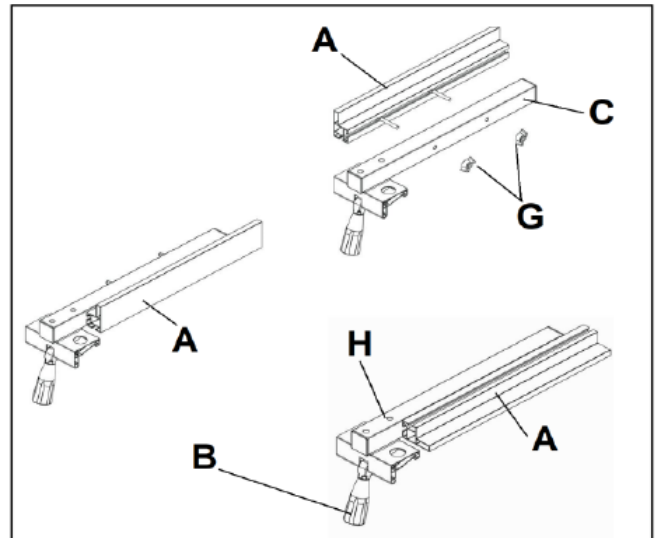

Рисунок 23
- Ослабьте и снимите две ручки (G, Рис. 23).
- Установите на место две ручки (G).
- Установите упор на направляющую (С, Рис. 23).
- Затяните стопорный рычаг (В, Рис. 23), чтобы зафиксировать упор.